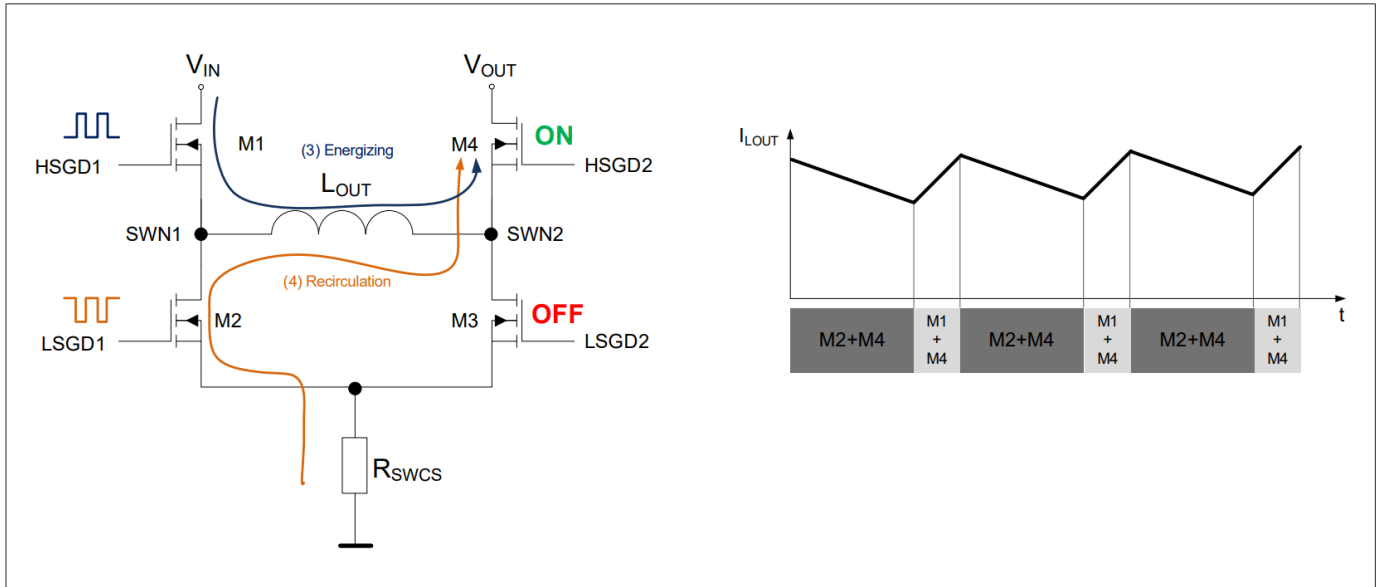

图14 降压模式下4开关H-Bridge架构
- 开关 M1 和 M2 交替使用, 其行为类似于典型的同步降压调节器 (参见图 14)